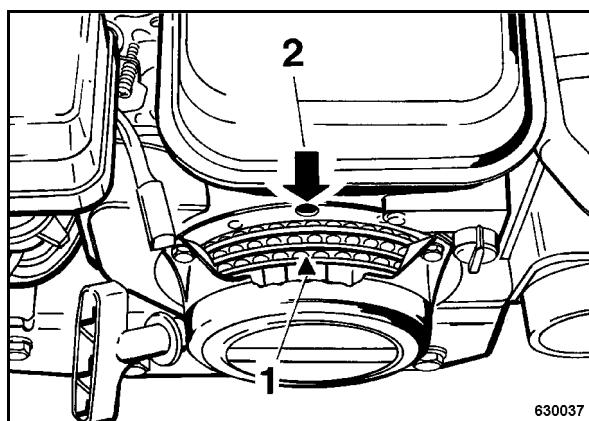

рис. 60
- С помощью стартера выровнять треугольную отметку 1 (рис. 60) шкива стартера по верхнему отверстию (2).